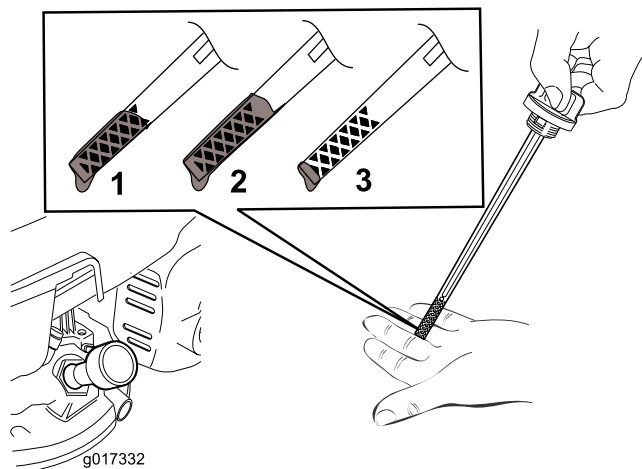

Рисунок 21
- Извлеките масломерный щуп, повернув крышку против часовой стрелки и вытянув его (Рисунок 21).
- Определите уровень масла по отметкам на щупе (Рисунок 21).